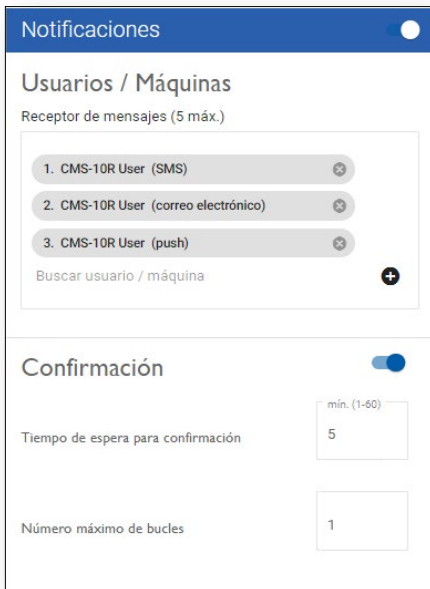

Figura 56
- 7 Receptor del mensaje: utilice (+) para seleccionar quién recibirá los mensajes y a través de qué canal, y configure el acuse de recibo (véanse también los capítulos 5.8.5, Figura 56)